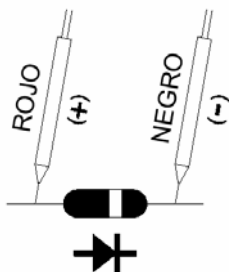

Imagen 2
5. Al conectar el diodo bajo prueba según se muestra en la **Imagen 2**, se establece un flujo de corriente directa y se muestra en pantalla el valor aproximado del voltaje directo (VF). Si es defectuoso, aparecerá un valor de “0.000”, un valor cercano a “0.000” (corto circuito) o la indicación “OL” (circuito abierto).